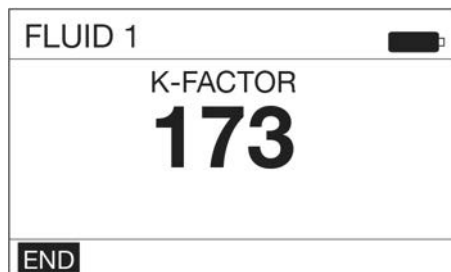

图 63
6. 当刚好 1 夸脱或 1 升流体分配到容积瓶中时，使用键盘中央的 **ENTER** 按钮选择“结束”。显示分配的流体量的屏幕出现（图 63 显示了“分配的容积”屏幕示例）。